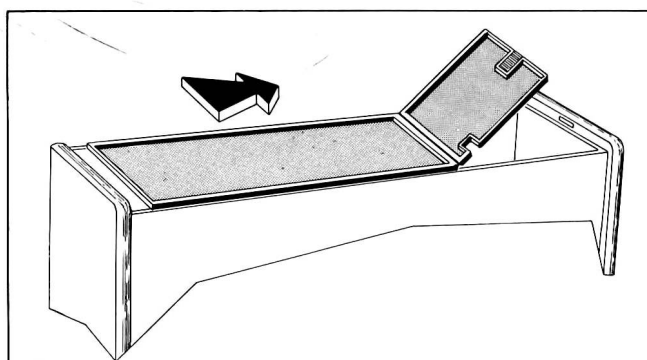

Fig. 1.
- 2) Enlever la trappe-couvercle du boîtier piles (Fig. 1).